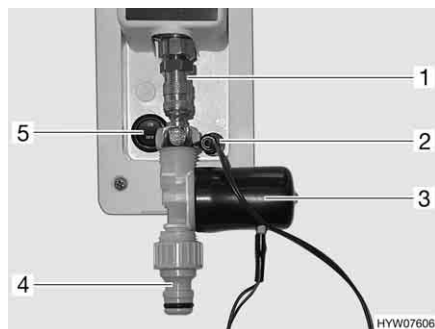

Fig. 161 Allacciamento acqua potabile
Inserire l'unità valvola sul gancio della chiusura rapida (Fig. 161,1) sul veicolo.
- Inserire un tubo flessibile per l'acqua con il gancio, sul gancio della chiusura rapida (Fig. 161,4).
- Inserire la spina (Fig. 161,2) per l'alimentazione elettrica della valvola di non ritorno (Fig. 161,3).
- Portare l'interruttore a bilico (Fig. 161,5) in posizione "OFF". La pompa dell'acqua nel veicolo non è in funzione.
- Portare l'interruttore a bilico (Fig. 161,5) in posizione "ON". La pompa dell'acqua nel veicolo è di nuovo in funzione.
- Estrarre la spina (Fig. 161,2) per l'alimentazione elettrica della valvola di non ritorno.
- Spingere verso l'alto l'anello di fissaggio sul gancio della chiusura rapida (Fig. 161,1), rimuovere l'unità valvola e depositarla in un ambiente protetto dal gelo.